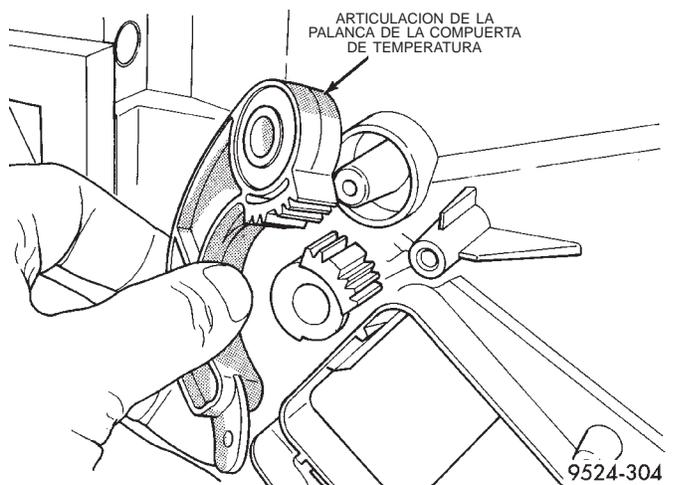

Fig. 97 Desmontaje de la articulación de la palanca de la compuerta de temperatura
(27) Retire la articulación de la palanca de la compuerta de temperatura (Fig. 97).